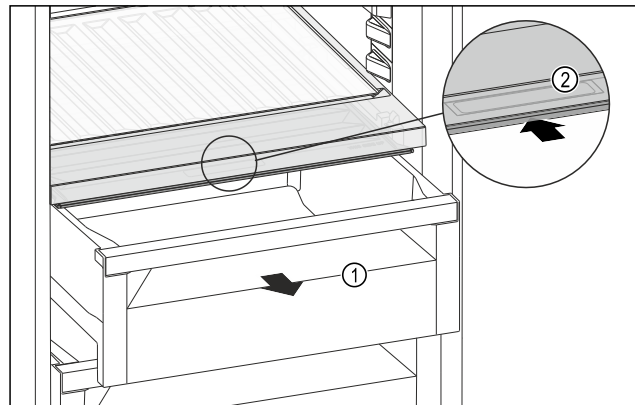

Fig. 139
- Retirer le tiroir Fig. 139 (1).
- Saisir la poignée encastrée Fig. 139 (2) du couvercle du compartiment et pousser le couvercle du compartiment vers l'arrière.